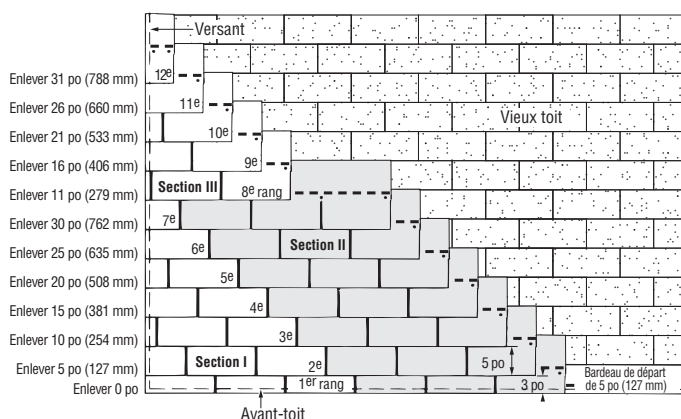

Figure 10-16 : Cinq en diagonale, douze à la verticale, imbriqué.
**PREMIER RANG :** Le premier rang est composé de bardeaux de 10 po par 36 po (254 mm par 914 mm) fabriqués en retranchant 2 po (50 mm) du bas des jupes de bardeaux ordinaires. Aligner le bord supérieur des bardeaux de façon à ce qu'il appuie contre les jupes des bardeaux de l'ancien troisième rang (figure 10-16).
1. Pour débiter le deuxième rang, retrancher 5 po (127 mm) du côté gauche d'un bardeau et aligner le bord supérieur à égalité avec le bord du bardeau de l'ancien quatrième rang (figure 10-16).
1. Pour débiter le huitième rang, retrancher 11 po (280 mm) du côté gauche d'un bardeau et poser la pièce de 25 po (635 mm) par-dessus le bardeau du septième rang, en ligne avec le bord gauche du bardeau du septième rang (figure 10-16).